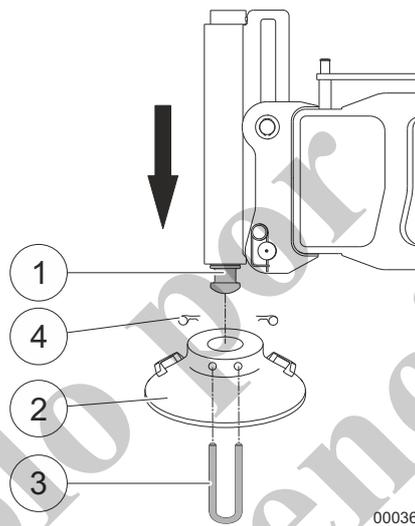

Fig. 152 Colocación de la base de estabilizador
- 5 Retire las bases de estabilizador (2, Fig. 152) de los portadores de rueda de oruga y colóquelas debajo de los cilindros de estabilizador (1).